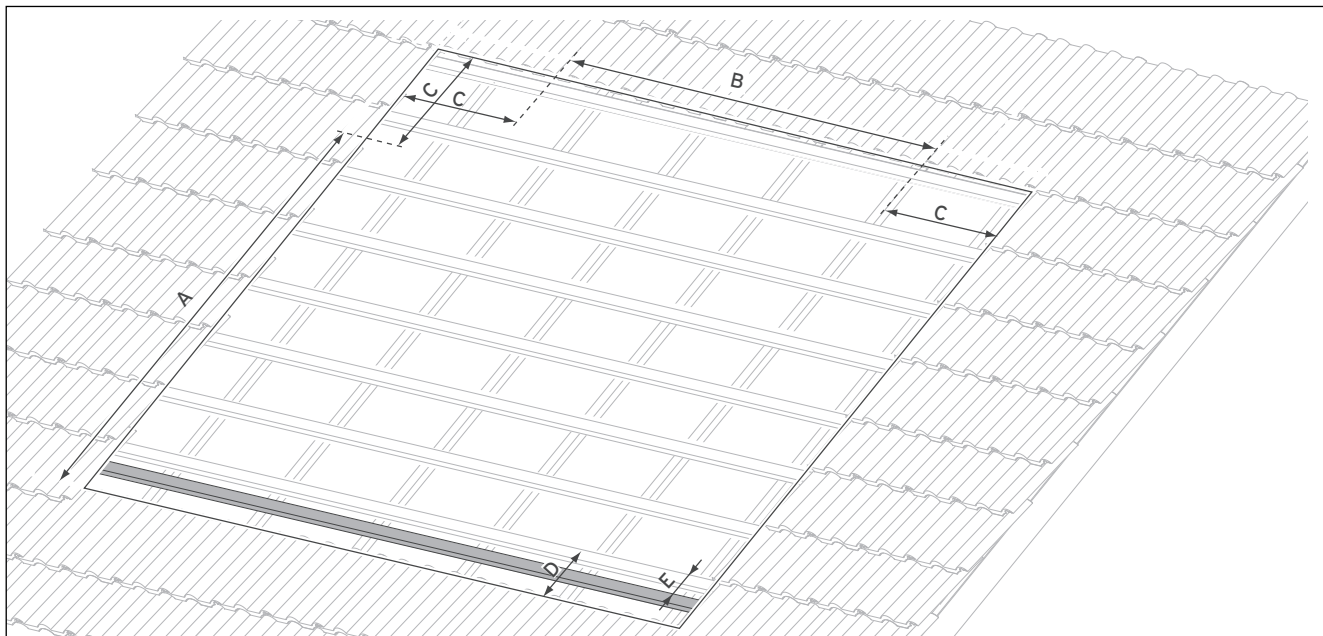

Abb. 5.7 Maße für das Einbaufeld und für die Lage der Dachlatte unten
- Legen Sie anhand der Maße (→ **Abb. 5.7, Tab. 5.5**) das Einbaufeld auf dem Dach fest.